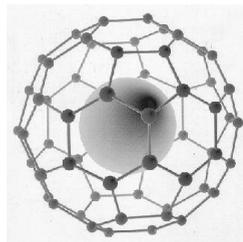

Рис. 7.36. Эндодральный комплекс $La@C_{60}$
9. Со сравнительно небольшими атомами металлов (например, лантаноидами) фуллерены образуют эндодральные комплексы⁸ (рис. 7.36), в которых атом металла находится внутри молекулы фуллерена. Однако размеры «ячеек» фуллерена таковы, что атом металла не может пройти через них. Как получают эндодральные комплексы?